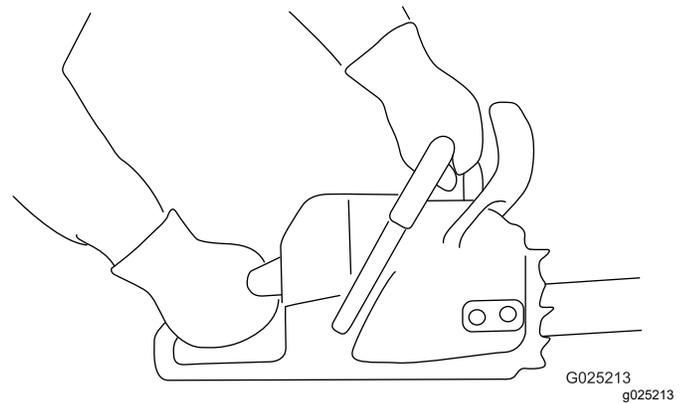

図 11
1. 図 11 図に示すように、左手で前ハンドル、右手で後ハンドルを持ち、チェーンソーを両手で握ります。
1. 図 11図のようにチェーンソーを握ります。
- 図 11図のようにチェーンソーを握ります。
1. 図 11 図のようにチェーンソーを握ります。